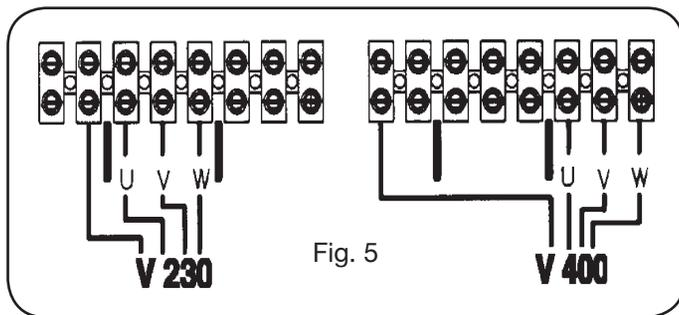

Fig. 5
- **Pour varier la tension d'alimentation, enlever le panneau latéral droit et ranger les raccordements de la plaque à bornes comme indiqué dans la figure 5.**